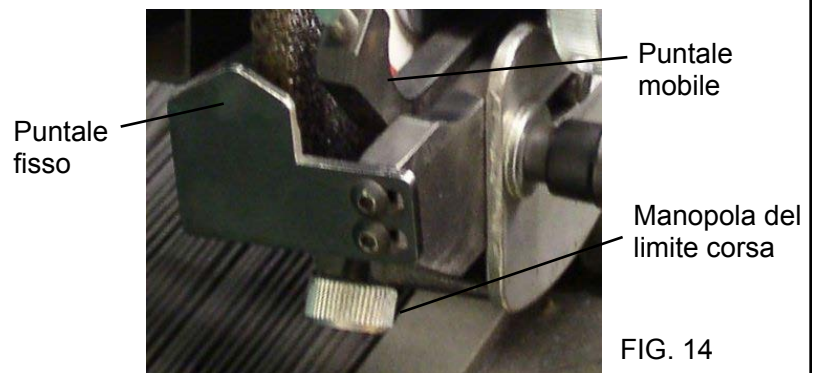

FIG. 14
2. Il puntale mobile è dotato di una manopola per limitare la quantità di retrocessione. La retrocessione del puntale è limitata in modo che la lama del cilindro effettui una lieve transazione dal puntale mobile al puntale fisso senza interferenze. Il puntale fisso è il puntale di lavoro durante la molatura. Vedere la FIG. 14.